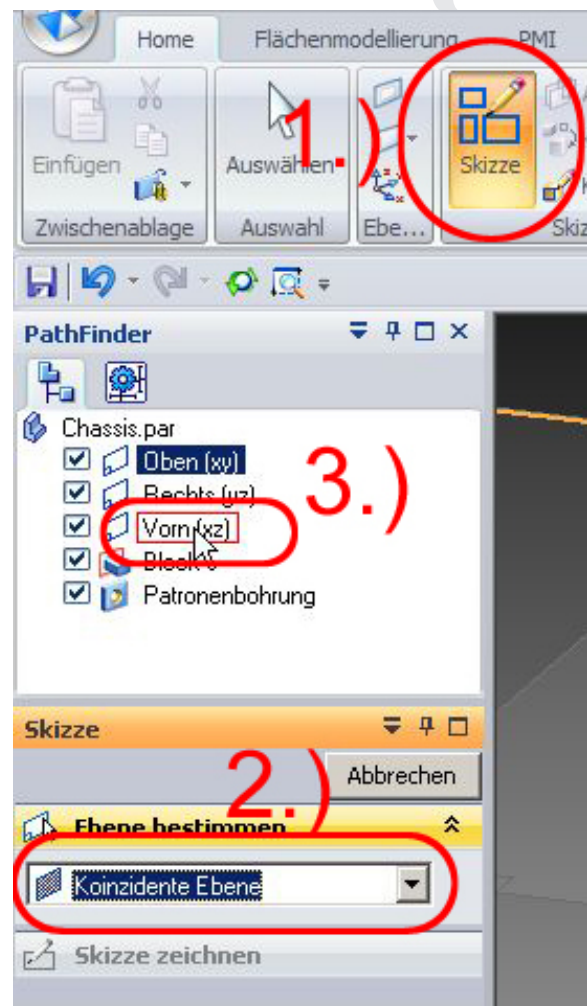

Abb. 25 Die Skizzenebene wählen
40. Wählen Sie in der Registerkarte *-Home-* die Schaltfläche *-Skizze-* (Abb. 25 1).
41. Achten Sie darauf, dass im Feld *-Skizze-* unter *-Ebene Bestimmen-* *-Koinzidente Ebene-* ausgewählt ist. (Abb.25 2) und wählen Sie im Pathfinder die Ebene *-Vorn (xz)-* aus (Abb. 25.3).